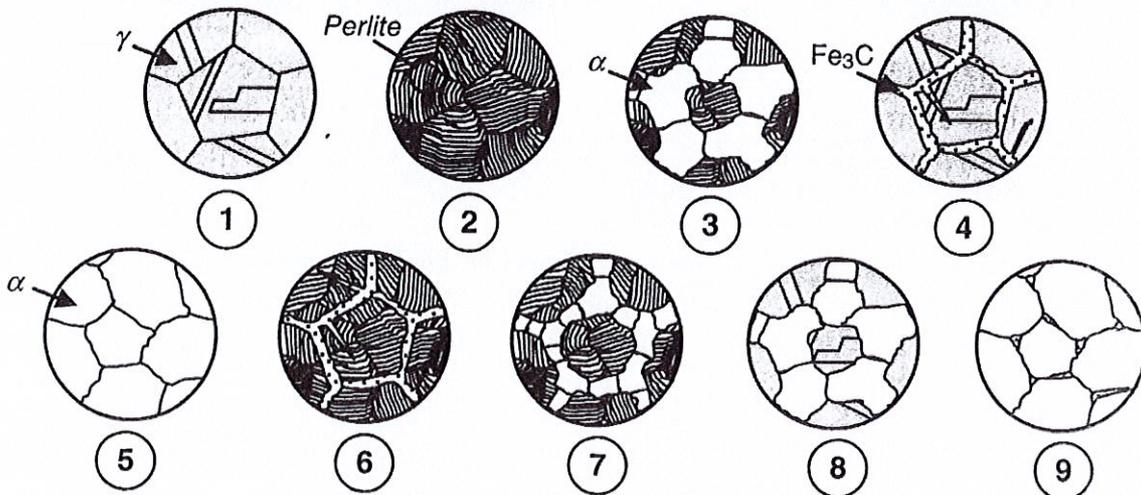

Figure 3 : Schémas micrographiques après une attaque au Nital.
3. Attribuez à chacun des schémas micrographiques de la figure 3 le point constitutif correspondant sur le diagramme.